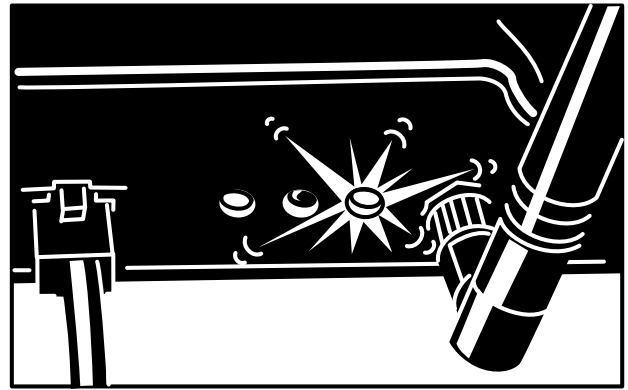

Figura 11
3. Asegúrese de que se enciende el indicador de conexión a Internet (Figura 11).